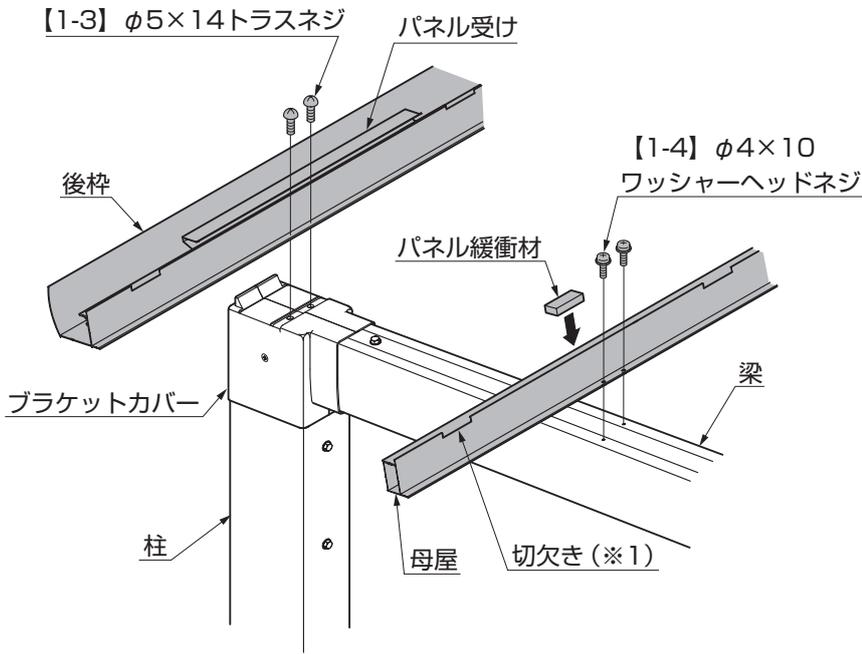
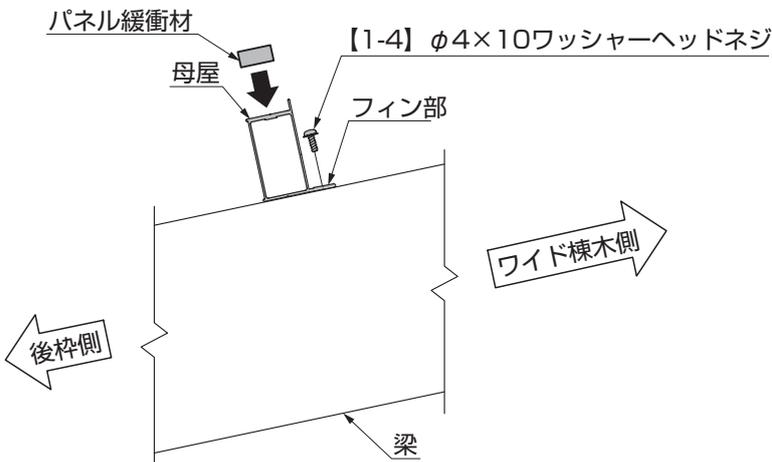

図3-1
図3-3
①後枠をブラケットカバーに【1-3】で取付けてください。(図3-1参照)
③パネル緩衝材を母屋の切欠きと切欠き(※1)の間に貼付けてください。(図3-1、図3-3参照)
④ワイド棟木側にフィン部を向けて、母屋を梁に【1-4】で取付けてください。(図3-3参照)